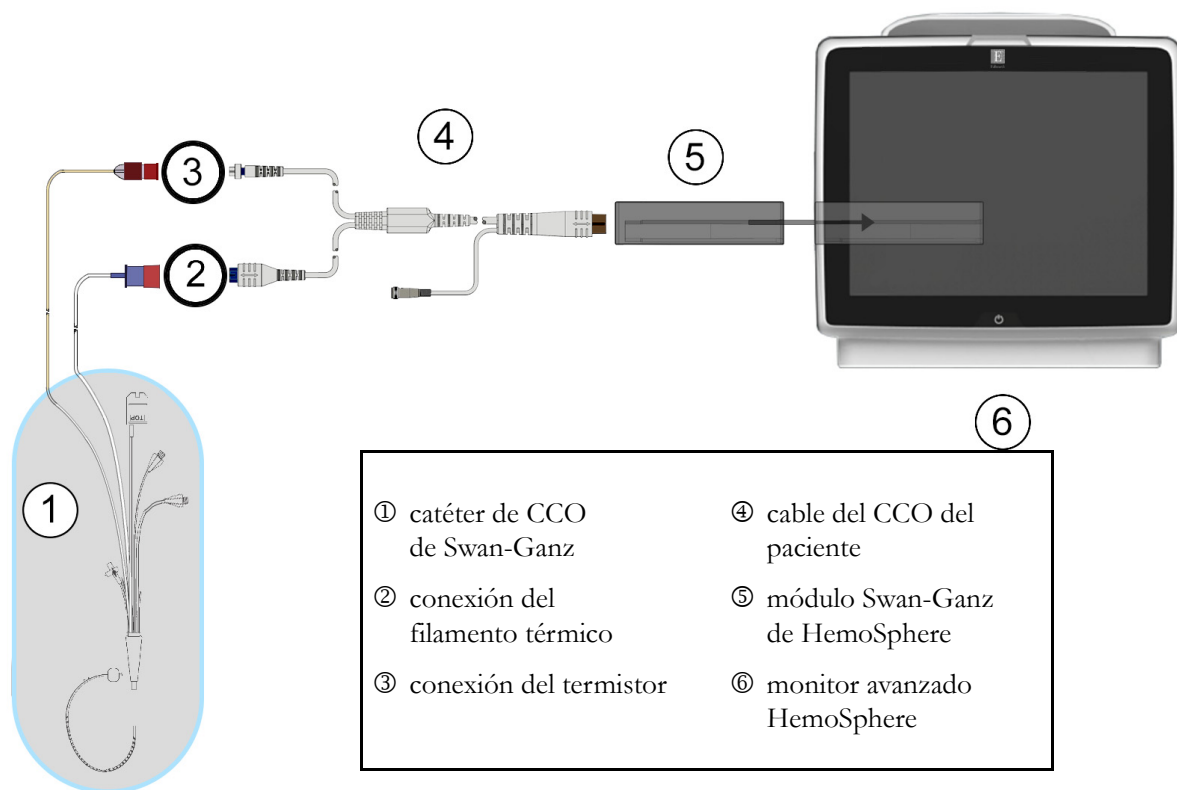

Figura 9-3 Descripción general de la conexión del GC
- 2 Acople el extremo del catéter del cable del paciente a los conectores del termistor y del filamento térmico del catéter de CCO de Swan-Ganz. Estos conectores están señalados con los números ② y ③ en la figura 9-3 en la página 108.